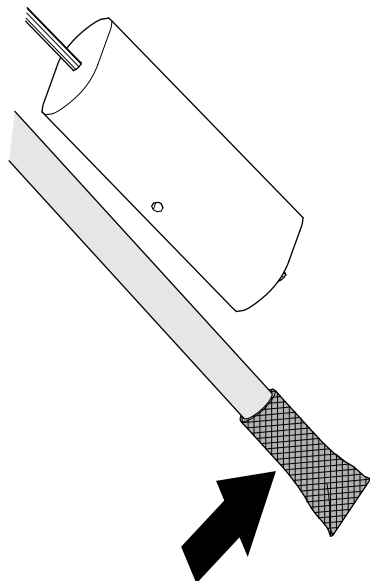

図 126
1. 燃料供給チューブについているスクリーンを洗浄する 図 126。